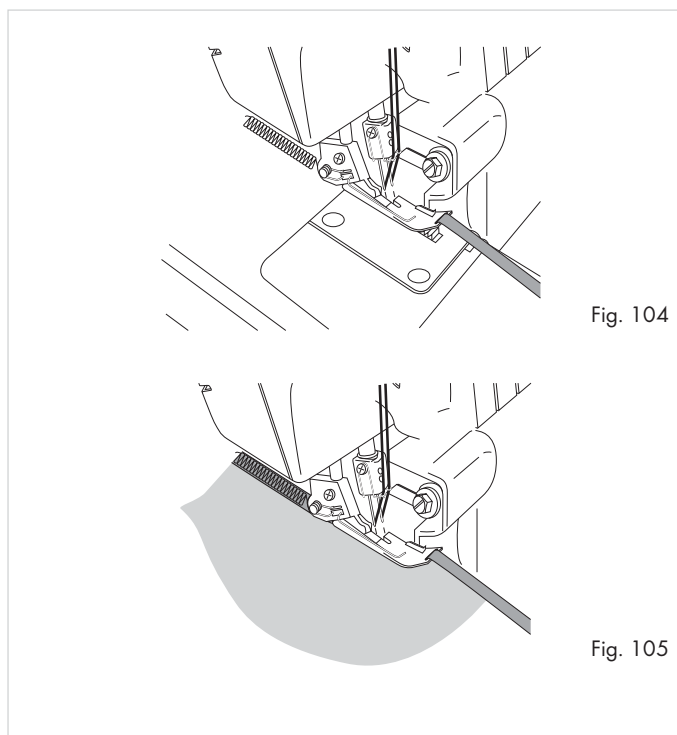

Fig. 104
La couture peut être renforcée en rajoutant un ruban sergé. Amenez le ruban à travers la fente dans la partie avant du pied-de-biche ❷ (Fig. 104).